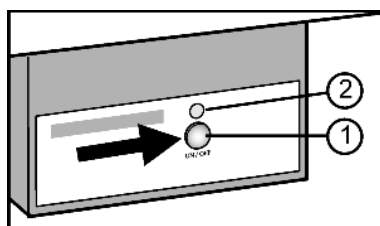

Fig. 31
- ▶ Нажмите и удерживайте кнопку On/Off Fig. 31 (1) так, чтобы светодиод Fig. 31 (2) загорелся.